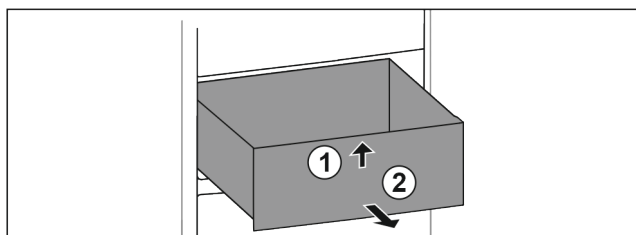

Fig. 81
- ▶ 抬起抽屉前部。 Fig. 81 (1)
- ▶ 朝前取出抽屉。 Fig. 81 (2)